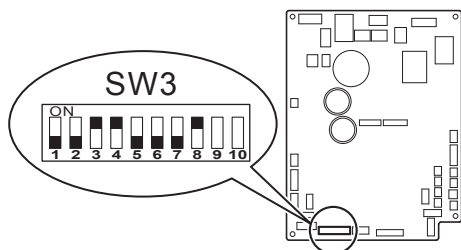

Fig. 6-2
6.2. Настройка встроенного внутреннего прибора (выполнить обязательно) (Fig. 6-2)